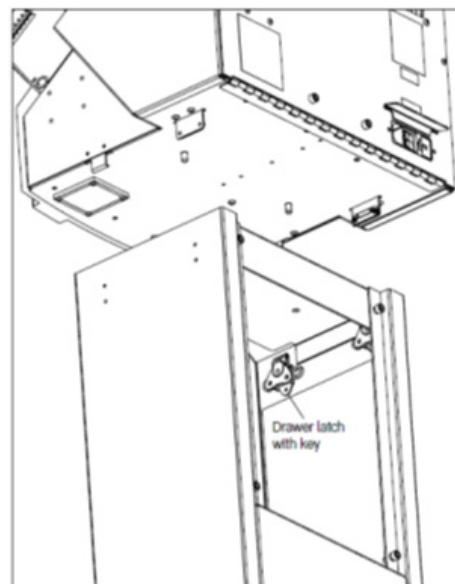

Figure 2 : monter l'unité de commande sur le support
3. Aligner la base de l'unité de commande avec la partie supérieure de la base roulante, et abaisser l'unité de commande directement sur la base roulante (figure 2).